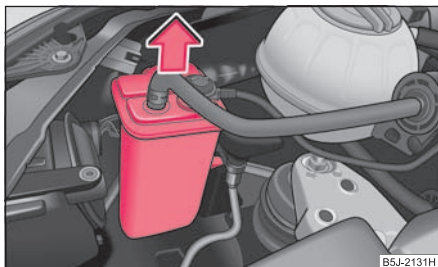

Fig. 208 Sortir le réservoir à charbon actif
- Sur un véhicule avec moteur à essence, enlevez le réservoir à charbon actif avant de remplacer l'ampoule du phare avant droit ⇒ **fig. 208**.